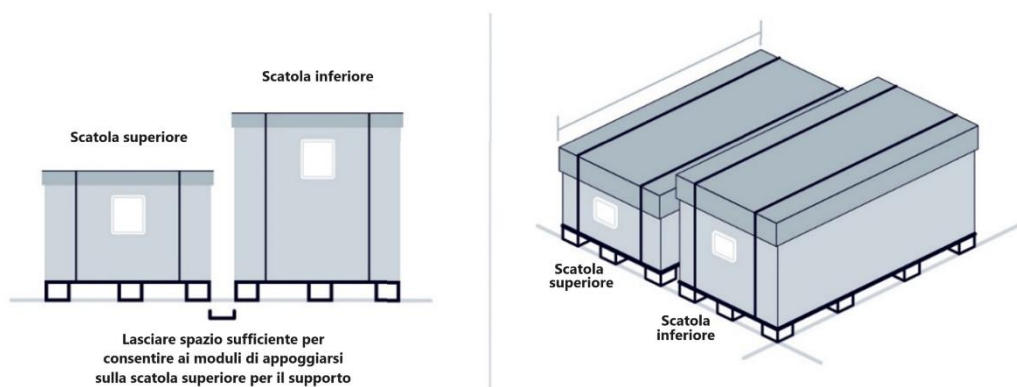

Figura 15: Allineamento corretto delle caselle.
4. Disimpilare la scatola superiore utilizzando strumenti adeguati, come un carrello elevatore, e posizionarla accanto alla scatola inferiore in modo che i due pallet siano allineati sull'estremità lunga (Figura 15).